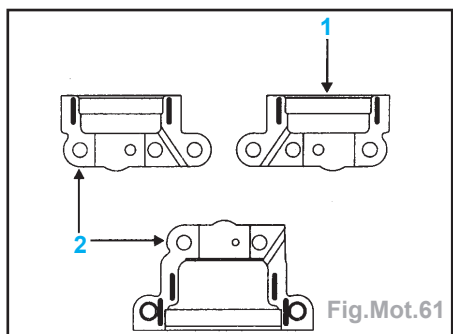

Fig.Mot.61
- Déposer un cordon de Loctite 518 d'une largeur de 2 mm sur (Fig.Mot.61) :
- le chapeau paliers d'ACT d'admission (1) numéro 6,
- les chapeaux paliers d'ACT d'échappement (2) numéros 1 et 6.